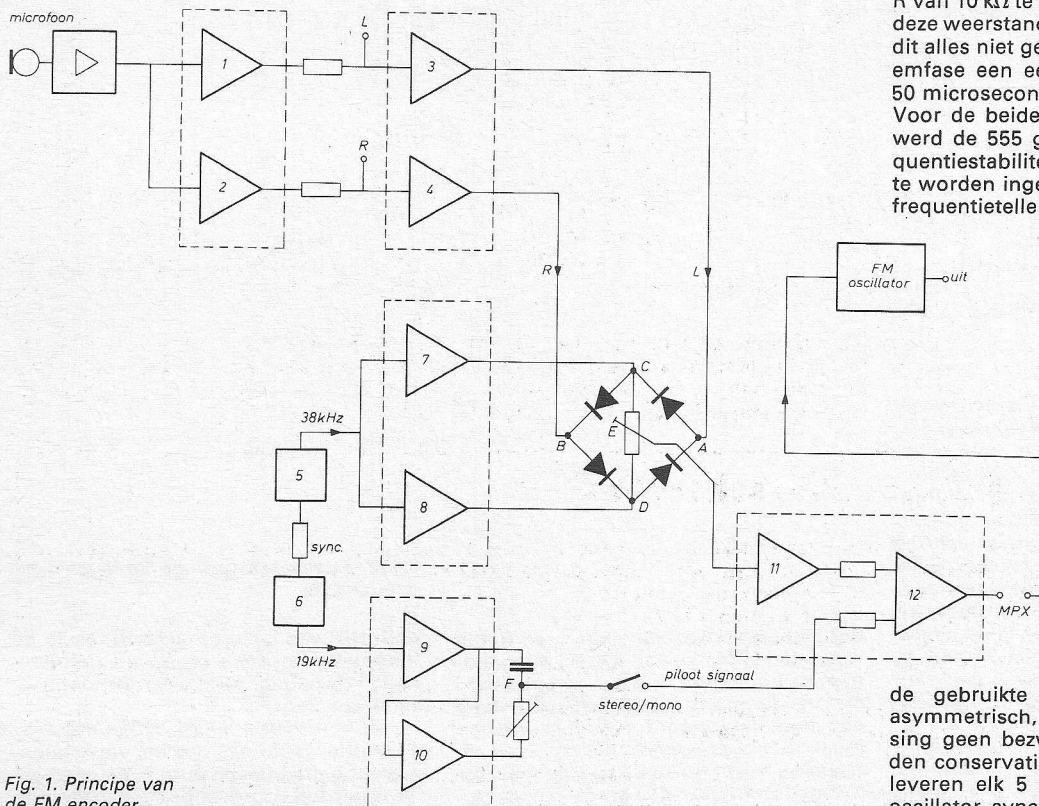

Fig. 1. Principe van de FM encoder.
De diodenbrug van de ringmodulator ontvangt twee signalen: aan de punten A en B (fig. 1) liggen het linker en rechter audio signaal via twee gelijke versterkerbuffers (3-4), die tevens de frequenties boven 15 kHz afsnijden en de pre-emfase verzorgen. Het microfoonsignaal wordt via twee ruisarme versterkers (1-2) in gelijke amplitude en fase toegevoerd aan het linker en rechter signaal, zodat het gesproken woord in het midden van het stereobeeld komt te liggen. Op de punten C en D van de brug is aangesloten het hulpdraaggolf signaal (HD) van 38 kHz, afkomstig van een kanteeloscillator (5). Het middenpunt E van de ringmodulator verschaft het stereosignaal met onderdrukte hulpdraaggolf. Dit wordt via een laag-doorlatend filter (11), met een afsnijfrequentie van ongeveer 55 kHz, toegevoerd aan een optelnetwerk (12), tezamen met het zgn pilotsignaal van 19 kHz. Het laatste wordt opgewekt door een